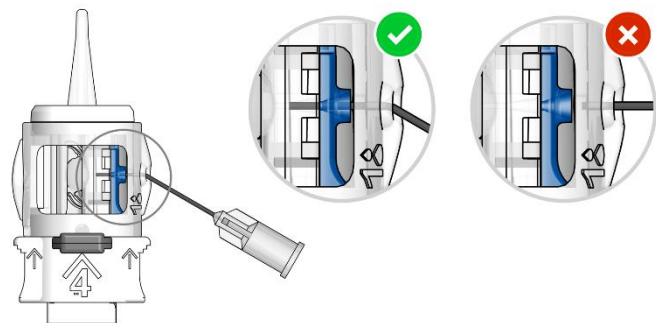

Fig. 1
3. Introduza totalmente a cânula (23G- 27G) de uma seringa cheia de material viscoelástico na pequena abertura indicada pelo número '1' (Fig. 1), até que esteja completamente inserida no funil azul. Mantenha uma ligeira pressão na ponta da cânula enquanto injeta a solução viscoelástica pela abertura. A quantidade injetada de OVD é suficiente assim que a OVD atinge o fim da háptica da LIO (aprox. 0,2-0,25 ml).